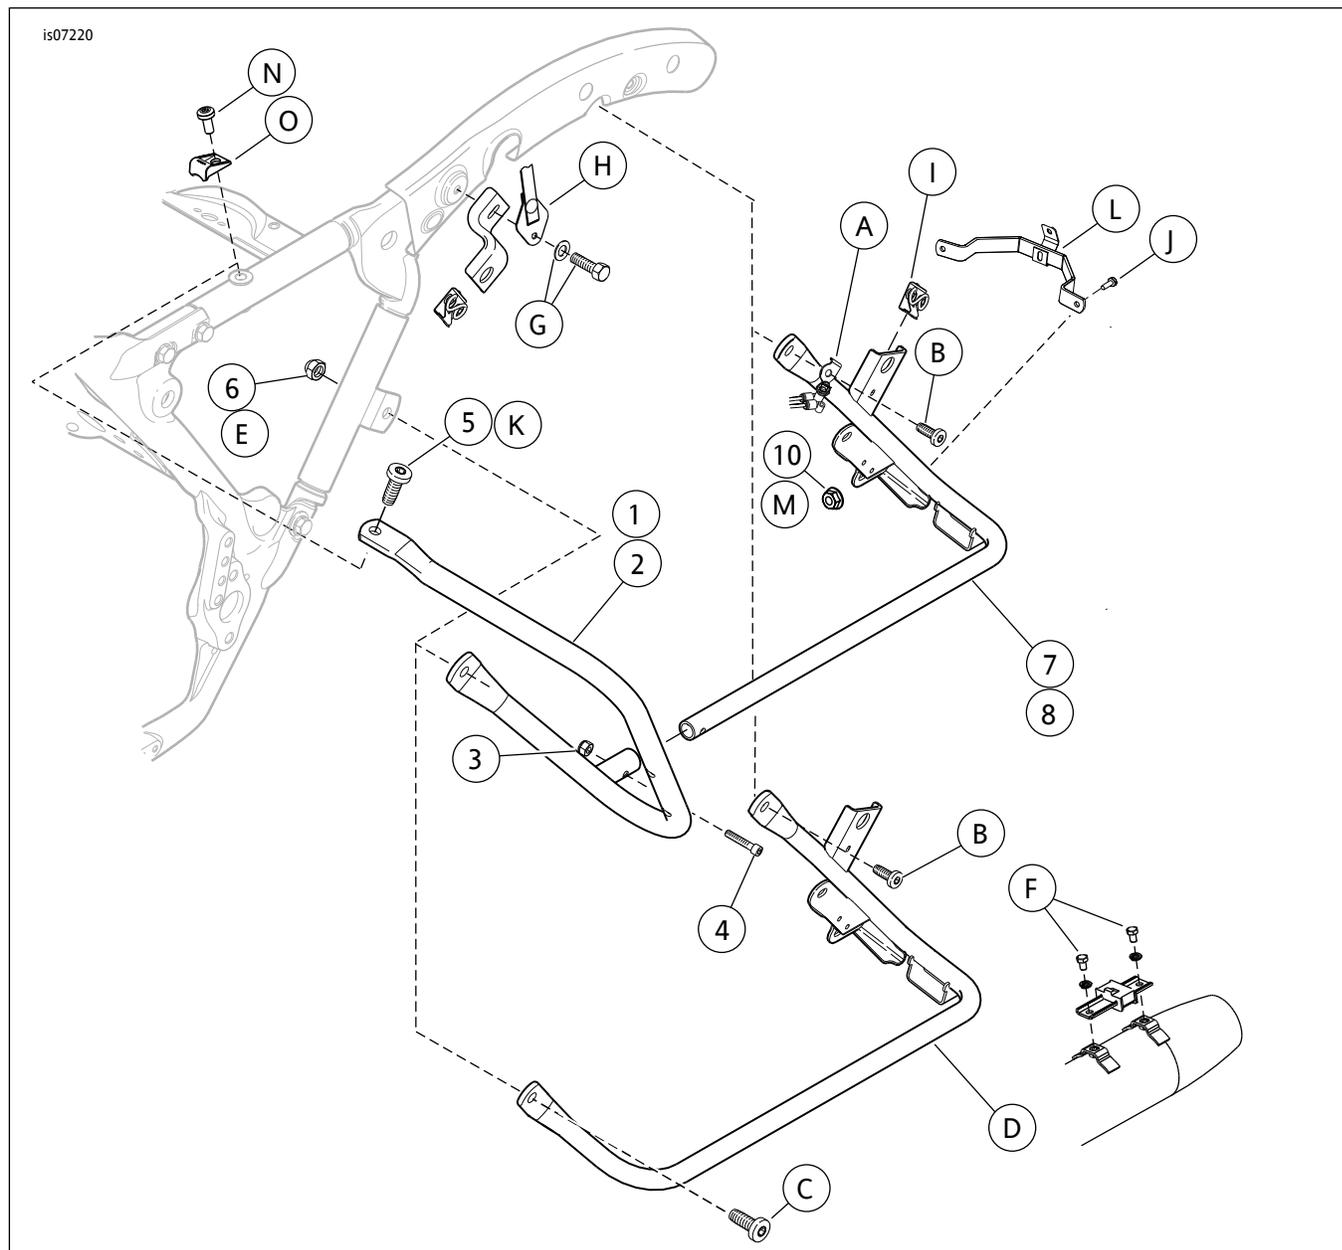

图3。维修零件：边箱护罩套件( 图示为左侧 )
参见图3和表1。
2. 参见图3。拆下扣带螺丝和垫圈( G )。拆下扣带( H )。根据维修手册中的说明拆下座椅。
6. 参见图3。拆下将边箱支架固定至消声器支架的螺丝( F )。
1. 参见图3。穿过空气悬挂支架( A )和边箱支架( 7 )安装边箱后支架安装螺丝( B )。用手拧紧螺丝。